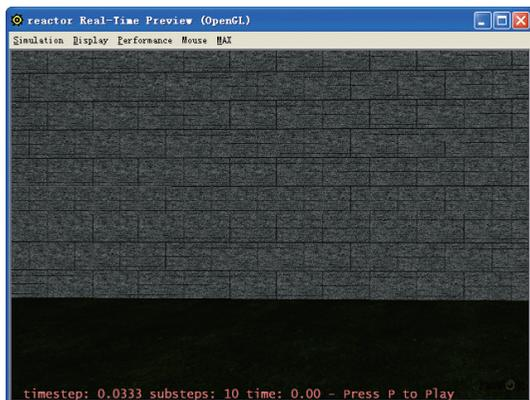

图9-27 预览窗口
**08** 设置完成后，单击reactor工具栏上的按钮，预览此时的效果，如图9-27所示。